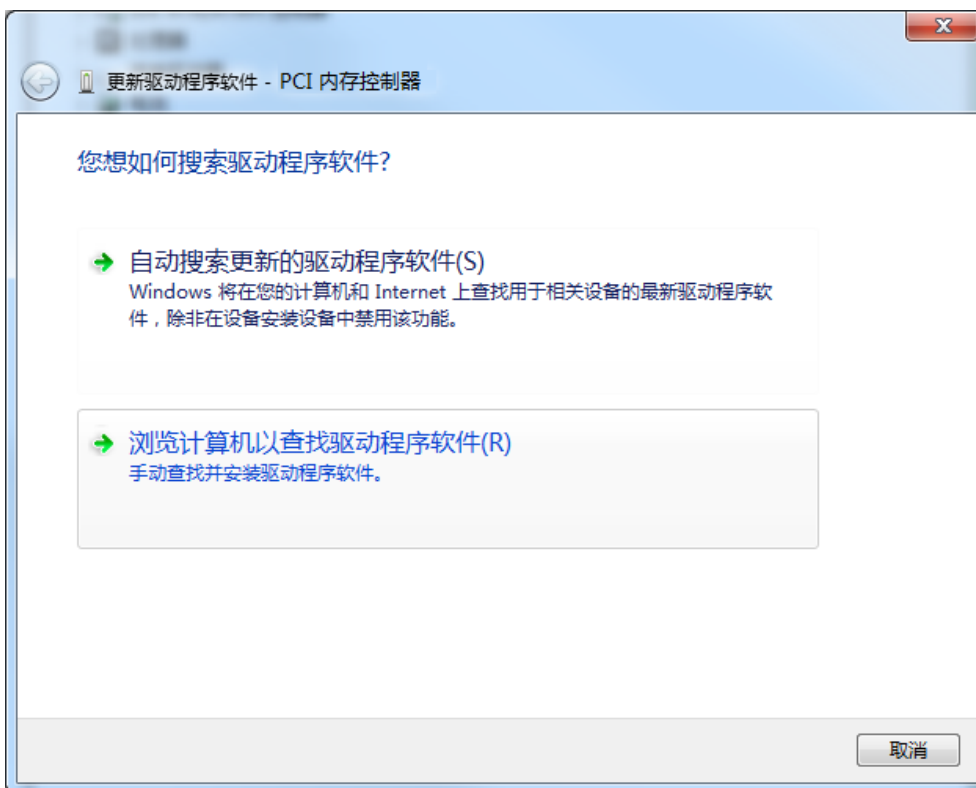

图 2-3 控制器驱动程序安装界面 3
(3) 选择“浏览计算机以查找驱动程序软件(R)”。界面如下图 2-3 所示。